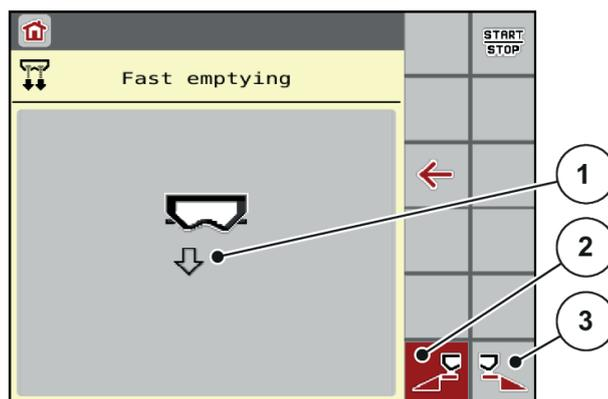

Рис. 27: Меню Fast emptying - Быстрая разгрузка
*На дисплее отобразится выбранная секция рабочей ширины в виде символа (Рис. 27, позиция [3]).*